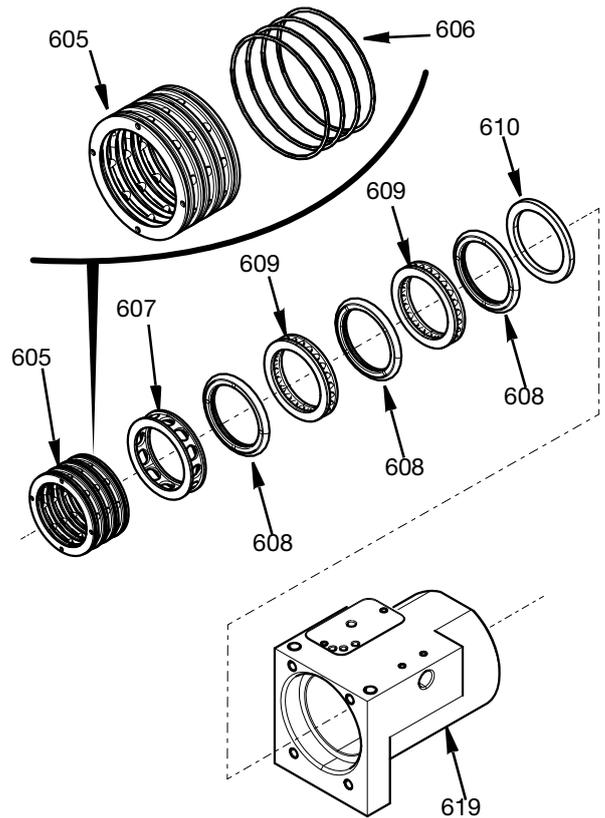

FIG. 22
2. Осторожно вставьте все детали под прямым углом в корпус шарнира, как показано на FIG. 22. Кольца круглого сечения (606) перед установкой в отверстие корпуса шарнира следует установить на кольцо пневматического распределителя (605). Перед сборкой убедитесь, что все уплотнения и отверстие в корпусе шарнира слегка смазаны. См. FIG. 22.